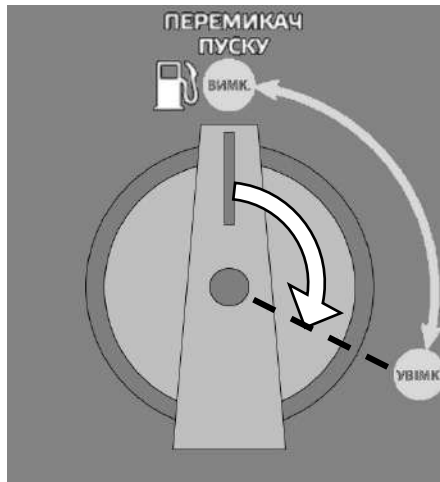

Рисунок 7. Схема роботи перемикача пуску під час запуску на бензині.
1. Для пуску двигуна повернути перемикач пуску у напрямку руху годинникової стрілки до упору в положення «УВІМК.» (рис. 7). При цьому буде відкритий паливний кран та автоматично буде закрита (встановлено в пускову позицію) пускова повітряна засувка карбюратора. У такому положенні повітряної засувки відбувається збагачення паливом паливо-повітряної суміші перед її подачею в циліндр, що забезпечує полегшений пуск двигуна.